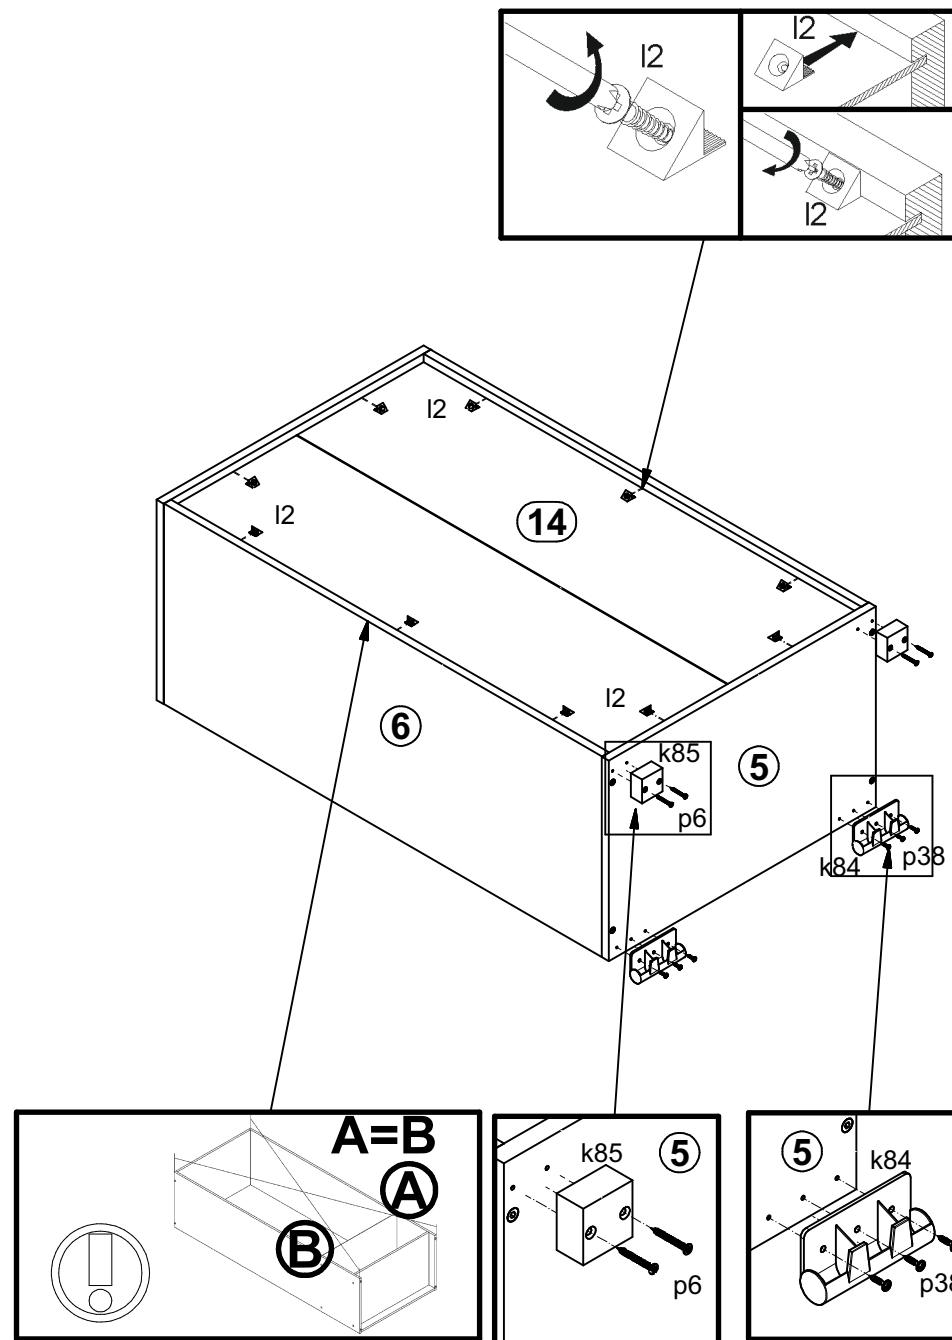

Рисунок 5
4.9. Положить корпус комода фасадными кромками вниз на ровную поверхность и выровнять его, измеряя рулеткой расстояние между противоположными углами по диагонали. Расстояния должны быть равными. Закрепить стенку заднюю 14 на корпусе изделия элементами крепления задней стенки l2 (см. рис. 5).
4.10. На наружной поверхности щита нижнего 5 при помощи шурупов p6 закрепить ножки пластиковые k85 (см.рис. 5).
4.11. На наружной поверхности щита нижнего 5 при помощи шурупов p38 закрепить ножки пластиковые k84 (см.рис. 5).